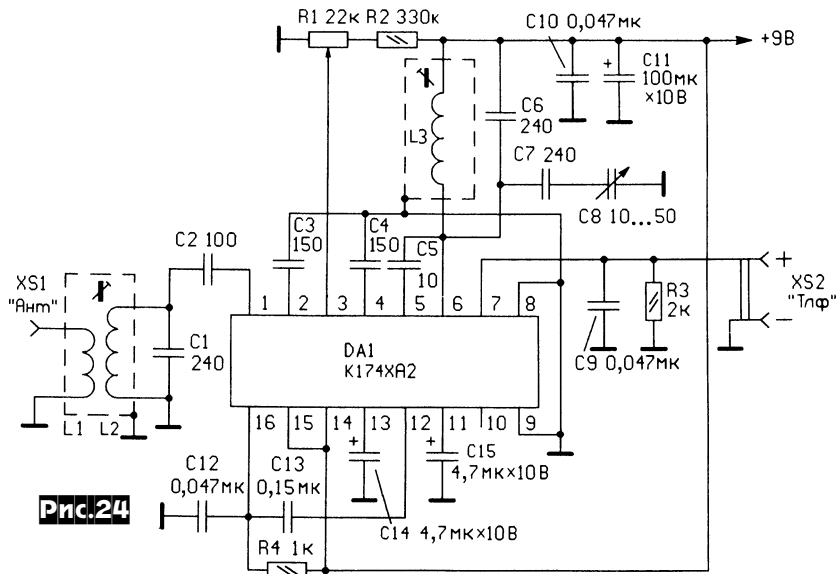

Рис.24
**Приёмник прямого преобразования** москвича **В.Полякова (RA3AAE)** предназначен для наблюдений за работой любительских радиостанций в наиболее приемлемом для новичков русскоязычном диапазоне 160 м (1830...1930 кГц). В его основе (рис.24) лишь одна микросхема K174XA2, но в необычном включении: её четырехкаскадный УПЧ выполняет функции усилителя звуковой частоты, а гетеродин, смеситель и радиочастотный усилитель работают в обычном режиме. L2 и L3 намотаны на четырехсекционных каркасах с подстроечными сердечниками из феррита диаметром 2,7 мм (от любого отечественного карманного приемника), содержат по 60 витков ПЭЛ 0,1...0,15, L1 - 3...10 витков намотана поверх L2. Конденсатор настройки C8 должен быть с воздушным диэлектриком, для точной настройки на SSB желательно оснастить его верньерным устройством. Резистор R1 - регулятор усиления. Чувствительность приёмника в телеграфном режиме 1 мкВ (сигнал/шум 10 дБ), потребляемый ток 8 мА, работоспособность сохраняется при напряжениях питания от 4 до 12 В. Изменив параметры L2 и L3, приёмник нетрудно перестроить и на другие любительские диапазоны - 80, 40 и даже 20 м («Радио» N12/97, с.34, 35).